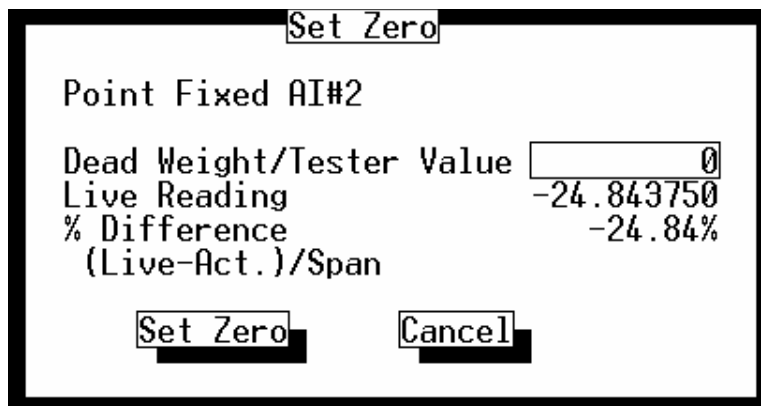

Figura 3-10. Ajuste Zero
11. Calibre o valor zero (0% de variação) para Pressão Diferencial (só o orifício), Pressão Estática, ou Temperatura. Entre os dados **Peso Morto/Valor de Teste** (em unidades de engenharia) e pressione o botão **Ajuste Zero**. Observe a figura 3-10 e a Seção 3.3.4.1, Ajuste Zero, na página 3-14